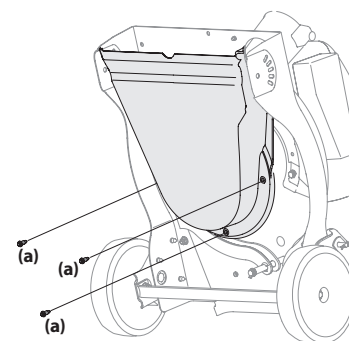

Figure 23
- Inclinez l'appareil avec précaution et tenez-le de façon à pouvoir accéder à la turbine et à la quincaillerie de montage de la buse sous l'appareil. Retirez les trois boulons à épaulement (a) qui fixent la partie inférieure du boîtier en plastique noir du fléau au boîtier inférieur de l'appareil. Voir Figure 23.